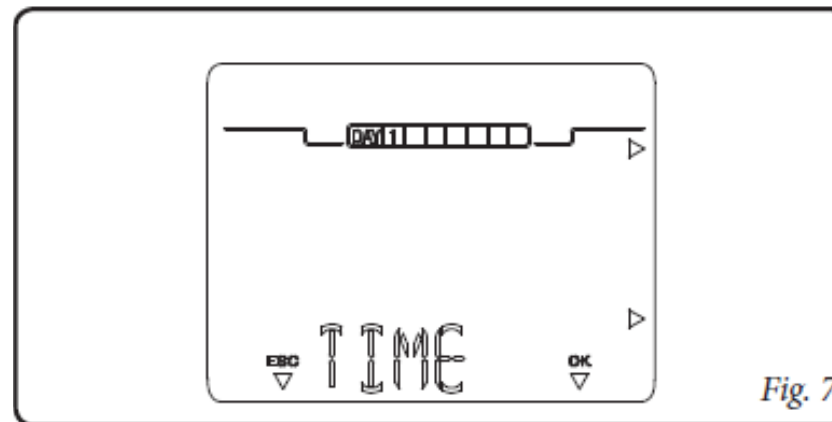

Fig. 7
- **Режим «off».** В этом режиме не обеспечивается функция защиты от замерзания в помещении (остается активной функция защиты котла от замерзания). Пульт CARV2 выключен, но на него подается питание и, следовательно, он сохраняет введенный в память график и программы (рис.7).